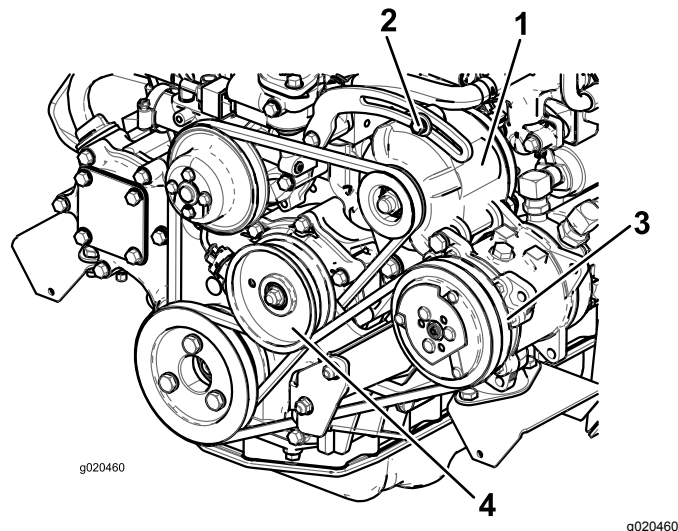

Figura 74
Se la flessione non è di 10 mm, allentate i bulloni di fissaggio dell'alternatore (Figura 74).
2. Se la flessione non è di 10 mm, allentate il bullone di fissaggio della puleggia tendicinghia (Figura 74).